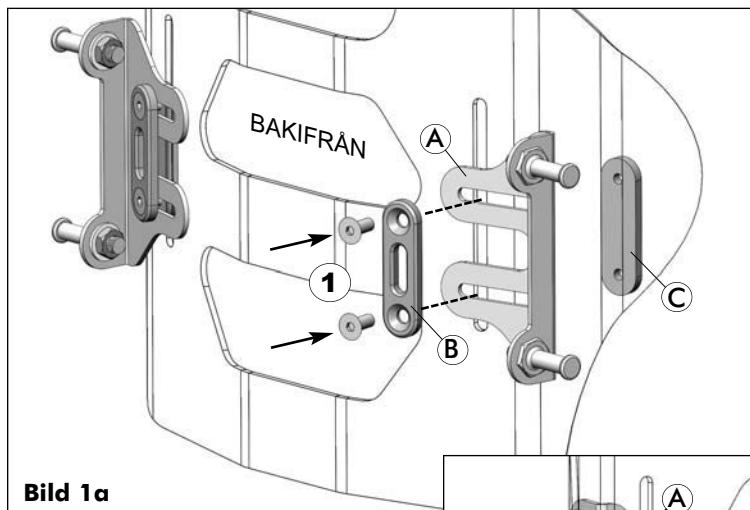

Bild 1a
- 1 Arbeta på bakstyckets ena sida och montera snabbkopplingsfästet (A) på Matrx MX2-bakstycket enligt följande:
- Rikta in brickan (B) med spåren i monteringsfästet (A) och för in skruvarna genom båda komponenterna (1), (se bild 1a (s. 18)).